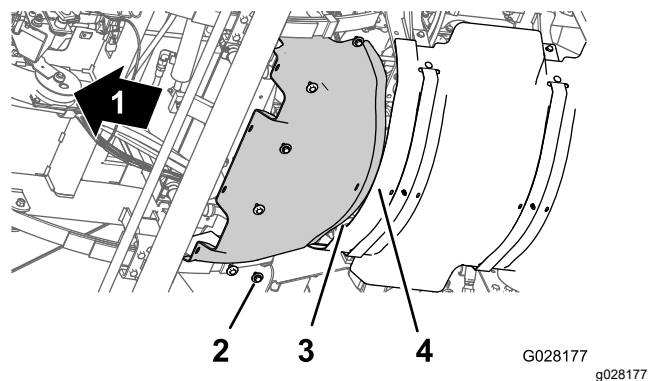

Figure 54
1. Alignez la bride arrière de l'écran pare-chaleur avant et la bride avant de l'écran pare-chaleur arrière (Figure 54).
2. Alignez les trous de l'écran pare-chaleur avant et les trous filetés du châssis (Figure 54).
3. Montez l'écran pare-chaleur avant sur la machine au moyen des 6 boulons à tête hexagonale et des 6 rondelles (Figure 54) retirés à l'opération 3 de Dépose de l'écran pare-chaleur avant \(page 52\).